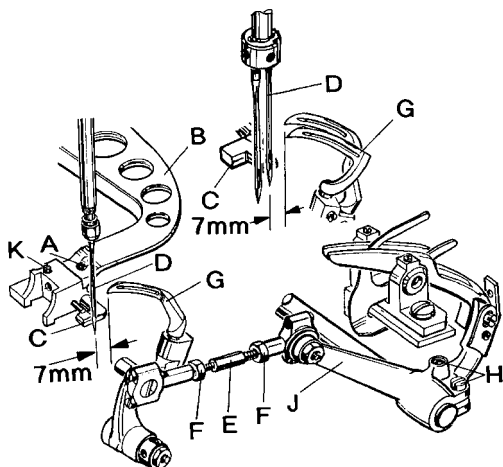
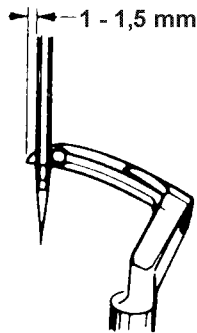
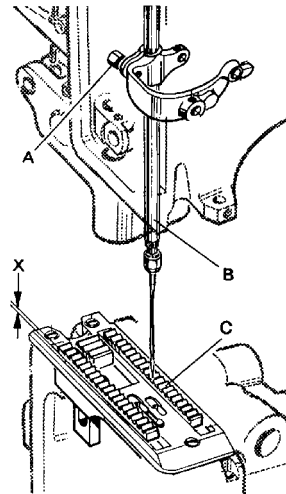
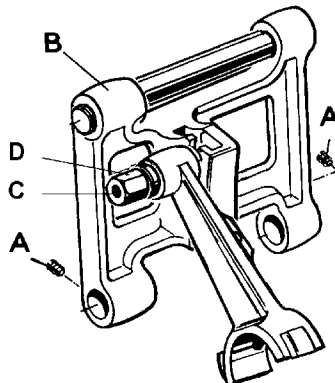

Fig. 10
Fig. 12
Fig. 13
Fig. 14
Remove the presser foot, throat plate and feed dog, for convenient access to the machine. Loosen the screw (A, Fig.10) in the feed bar (B) and push the feed bar needle guard (C) to the rear to avoid its contacting the needle(s) (D).
Set the looper connecting rod (E) so the distance (X, Fig. 12) between the centerlines of the two ball joints is 69.8 mm (2 3/4 in.). For adjustment loosen the two nuts (F, Fig.10) and turn connecting rod (E) forward or backward as required to obtain specified dimension, retighten nuts (F).
Zur bequemen Einstellung entfernen Sie Druckerfuß, Stichplatte und Transporteur. Lösen Sie die Schraube (A, Fig.10) im Transporteurträger (B) und drücken Sie den Nadelanschlag (C) nach hinten, damit er die Nadel(n) (D) nicht berühren kann.
Die Greiferverbindungsstange (E) muß so eingestellt sein, daß der Abstand (X, Fig. 12) von Mitte zu Mitte Kugelgelenk 69,8 mm beträgt. Zum Einstellen lösen Sie die beiden Muttern (F, Fig.10) und drehen die Verbindungsstange (E) vor oder zurück bis der erforderliche Abstand erreicht ist. Ziehen Sie die Muttern (F) wieder an.
Remove the face cover on machine arm. Rotate handwheel in operating direction until the looper point, moving to the left, projects 1 to 1.5 mm (.040 to .060 in.) left of the needle (see Fig. 12). Lower edge of looper and upper edge of needle eye must be flush in this position. If adjustment is necessary, loosen clamp screw (A, Fig. 13) in the needle bar connection and move the needle bar up or down, as required. Retighten screw (A) and remount face cover.
Entfernen Sie den Stirndeckel am Maschinenarm. Drehen Sie das Handrad in Nährichtung bis die sich nach links bewegende Greiferspitze 1 bis 1,5 mm links der Nadel steht (siehe Fig. 12). In dieser Stellung müssen Unter- und Oberkante Greifer und Oberkante Nadelöhr bündig sein. Ist eine Einstellung notwendig, lösen Sie die Klemmschraube (A, Fig. 13) im Nadelstangenmitnehmer und schieben die Nadelstange (B) entsprechend nach oben oder unten. Ziehen Sie die Schraube (A) wieder an und montieren Sie den Stirndeckel.
At highest point of feed dog travel, the lower feed dog (C, Fig. 13) should be set so that the rear teeth project their full depth (X, Fig. 13) above the throat plate surface. For setting remove the lower feed dog and adjust the supporting screw (K, Fig. 10) on the top to the feed bar to the required height. Remount the lower feed dog. After loosening screws (A, Fig. 14) rear in the feed rocker (B) the feed bar with feed dog can be moved laterally to center the feed dog in the throat plate slots, if required. Retighten screws (A).
Im höchsten Punkt der Transporteurbewegung sollen die hinteren Zähne des unteren Transporteurs (C, Fig. 13) eine volle Zahnhöhe (X, Fig. 13) über die Stichplattenoberfläche hinausragen. Zur Einstellung entfernen Sie den Transporteur und stellen die Stützscharbe (K, Fig. 10) oben im Transporteurträger auf die entsprechende Höhe. Montieren Sie den Transporteur wieder. Nach dem Lösen der Schrauben (A, Fig. 14) hinten im Transportrahmen (B) kann der Transporteurträger bei Bedarf mit dem Transporteur seitlich verschoben und in den Stichplattenschlitzen vermittelt werden. Ziehen Sie die Schrauben (A) wieder an.
Stud (C, Fig. 14) for setting the stitch length is accessible from the outside.
The length of the stitch can be adjusted by raising or lowering the stud (C, Fig. 14) in the segment slot of the feed rocker (B). Lowering stud (C) will lengthen the stitch, raising the stud will shorten the stitch. After loosening nut (D), stud (C) can be moved accordingly. When the desired stitch length is obtained, retighten nut (D).
Der Bolzen (C, Fig. 14) zur Einstellung der Stichlänge ist von außen zugänglich.
Die Stichlänge kann durch Höher- oder Tieferstellen des Bolzens (C, Fig. 14) in der Nut des Transportrahmens (B) verändert werden. Tieferstellen des Bolzens (C) verlängert den Stich, Höherstellen verkürzt ihn. Nach Lösen der Mutter (D) läßt sich der Bolzen (C) entsprechend verschieben. Wenn die gewünschte Stichlänge eingestellt ist, ziehen Sie die Mutter (D) wieder an.
The needle guard (C, Fig. 10) has to be set so, that it just contacts the needle at its most forward point of travel, without deflecting it.
Loosen screw (A, Fig. 10) in the feed bar (B) and adjust the needle guard (C) accordingly. Retighten screw (A).
Der Nadelanschlag (C, Fig. 10) muß so eingestellt sein, daß er in der vordersten Stellung seiner Bewegung gerade die Nadel berührt, aber nicht ablenkt.
Zur Einstellung lösen Sie die Schraube (A, Fig. 10) im Transporteurträger (B), und stellen den Nadelanschlag (C) entsprechend ein. Ziehen Sie die Schraube (A) wieder an.